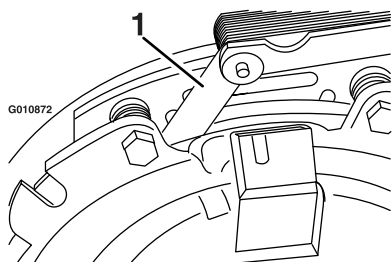
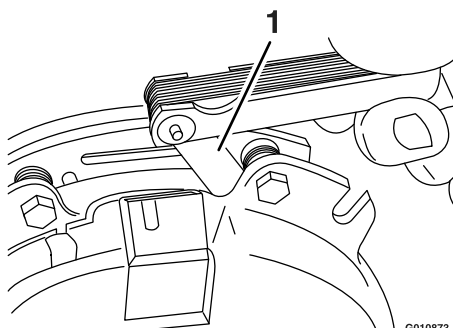

Figura 79
Figura 80
- E. Servendovi di uno spessimetro con spessore nominale di 0,25 mm, verificate la presenza di un traferro tra il rotore e l'indotto, a entrambi i lati del giunto del freno, come illustrato nella Figura 79 e nella Figura 80.